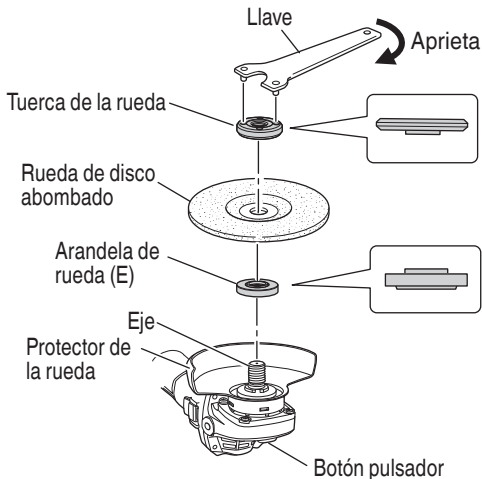

Fig. 18
- Alinee la muesca ovalada de la arandela de la rueda (E) con la musca del eje, y después fijelas.
- Fije la parte saliente de la rueda de disco abombado en la arandela de la rueda (E).
- Presionando el botón pulsador con una mano, bloquee el eje girando lentamente la rueda de disco abombado con la otra mano. Apriete la tuerca de la rueda utilizando la llave suministrada como se muestra en la Fig. 18.